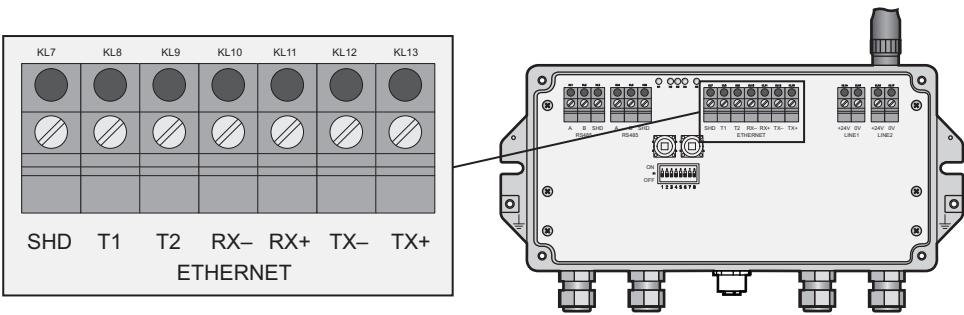

Рис. 5-4: Fieldgate с разъемом M12 посередине
- 2. Подсоедините кодированный по схеме D разъем M12 к гнезду Ethernet на Fieldgate. См. рисунок 5-4 на стр. 24.